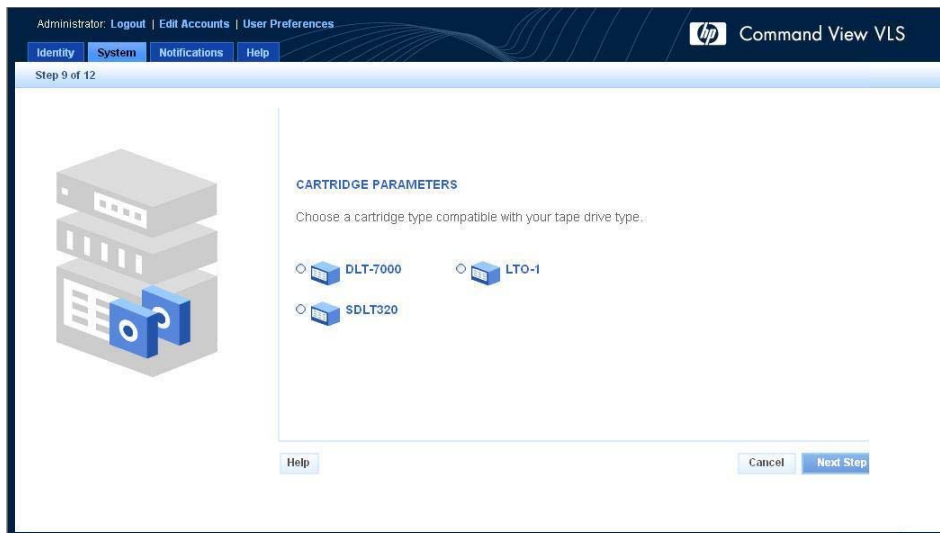

Figure 53 Fenêtre Create Virtual Library Wizard (Assistant de création de bibliothèque virtuelle) (9 sur 12)
6. Sélectionnez le type de cartouche physique à émuler (**Figure 53**).